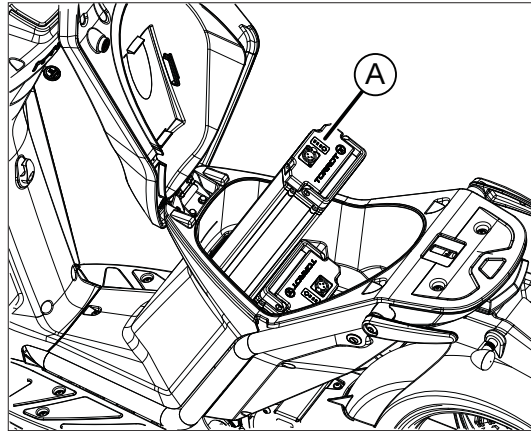

Abb. 4
- Das Klettverschlussband lockern und die Antriebsbatterie A, Abb. 4, aus der Aufnahme nehmen.